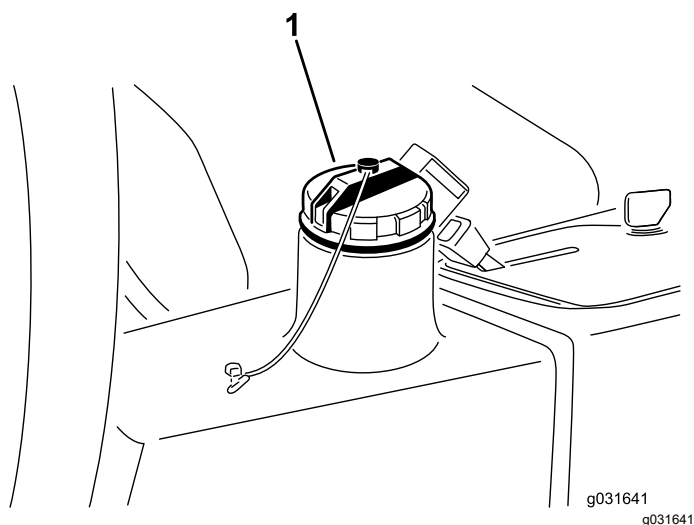

Figure 64
2. Nettoyez la surface autour du goulot de remplissage et du bouchon du réservoir hydraulique. (Figure 64)
3. Retirez le bouchon du réservoir hydraulique (Figure 64).